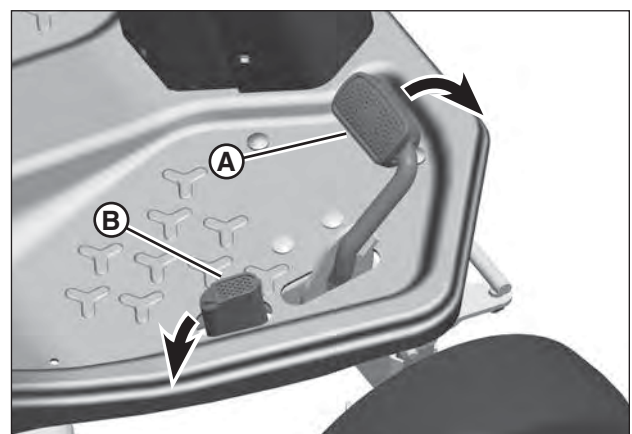

Figure 11: Pédale de vitesse d'avancement en marche arrière (sur les modèles à transmission hydrostatique)
- Enfoncer lentement la pédale de vitesse d'avancement en marche avant (A, Figure 11) pour entamer une marche avant. Augmenter la vitesse d'avancement en enfonçant davantage la pédale.
- Enfoncer lentement la pédale de vitesse d'avancement en marche arrière (B, Figure 11) pour entamer une marche arrière. Augmenter la vitesse d'avancement en enfonçant davantage la pédale.